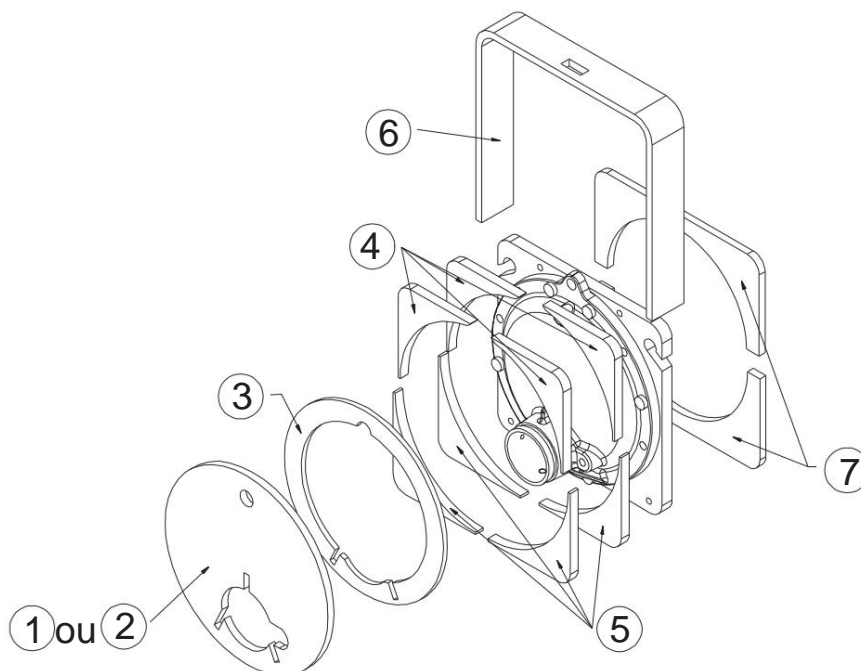

Fig. 2 - Isolamento do Tubo de Cabeça e Extremidade para Tabelas 2-5
terminais: 1. Aplique duas peças do Item 7 (Ver Fig. 2) na face interna de um dos espelhos terminais. Ver Fig. 5 e 6.
1. Aplique o anel espaçador (Item 3) na face do cabeçote conforme mostrado na Fig. 2. Para permitir o acesso para manutenção, não aplique adesivo nos parafusos do cabeçote. O anel caberá dentro das peças de isolamento superior e inferior aplicadas na Etapa 1.